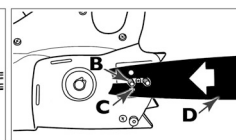

Fig. 3B
2. Maintenir le nez du guide vers le haut et utiliser le tournevis ou la clé fournie éventuellement avec votre kit de l'utilisateur pour faire tourner la vis de réglage du guide-chaîne (F) (Fig. 3B) dans le sens des aiguilles d'une montre et tendre la chaîne davantage. Faire tourner la vis DANS LE SENS INVERSE DES AIGUILLES D'UNE MONTRE POUR QUE LA CHAÎNE PRESENTE PLUS DE JEU sur le guide-chaîne.
3. Poser l'extrémité de crans du guide-chaîne par-dessus les boulons du guide de manière à ce que le tenon (B) s'insère dans le trou inférieur (C) du guide-chaîne (D). (Voir Fig. 3B)
3. Visser (C) la plaque de tension (D) sur le guide. (Fig. 3B)